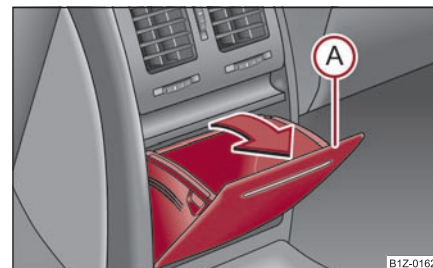

Fig. 130 Consola central trasera: Portaobjetos
- Abra el compartimento guardaobjetos tirando del borde superior del mismo **A** en el sentido de la flecha ⇒ fig. 130.